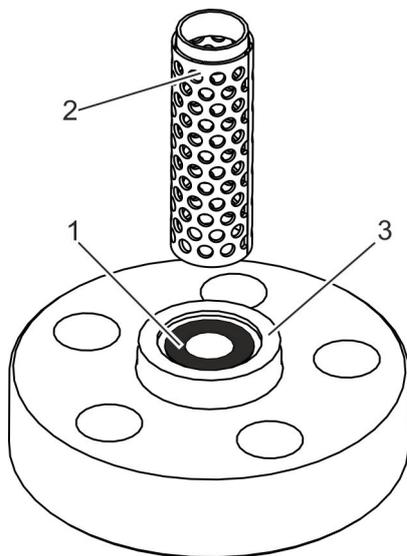

Abb. 25: Siebzyliner montieren
7. → Neuen Siebzyliner (Abb. 25/2) in die Zentrierung (Abb. 25/3) des Deckels auf dem montierten Packungsring (Abb. 25/1) einstecken.
8. → Sicherstellen, dass Längsnaht am Siebzyliner (Abb. 25/2) nicht in Austrittsrichtung des Gehäuses ausgerichtet ist.